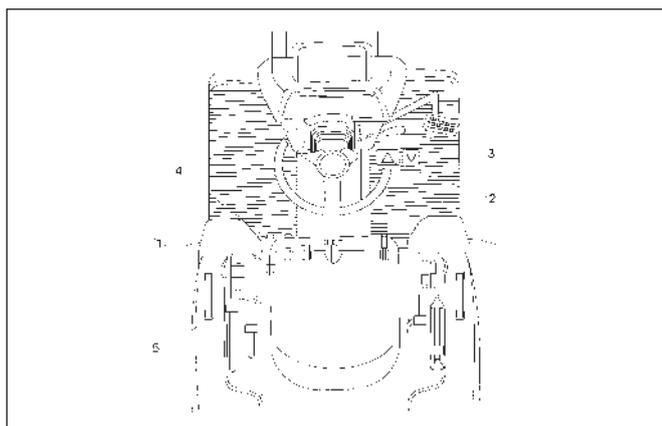

FIG. 5-12
**FIG. 5-12:** Pour arrêter le tracteur avec transmission hydrostatique, déplacez le levier de commande hydrostatique (TH4330/4290), 1, lentement à la position "0", ou si vous utilisez la pédale de marche avant, 2, et que le levier se trouve à la position "0", relâchez la pédale pour arrêter le tracteur.